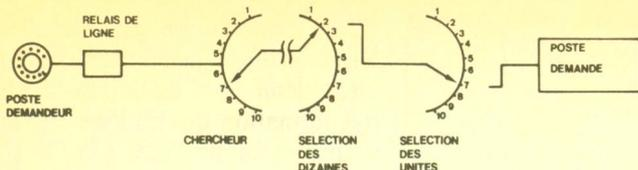

Figure 11.
c) Appel vers un autre poste (fig. 11)
Qui ne se souvient pas avoir vu les Grands du cinéma, tel Gabin, demander Odéon 13-18 ou Balzac 24-24 ! La formation des chiffres sur le cadran détermine l'envoi d'un certain nombre d'impulsions que nous étudierons après. Ces impulsions commandent des commutateurs qui aiguillent vers le poste de l'abonné appelé figure 11.